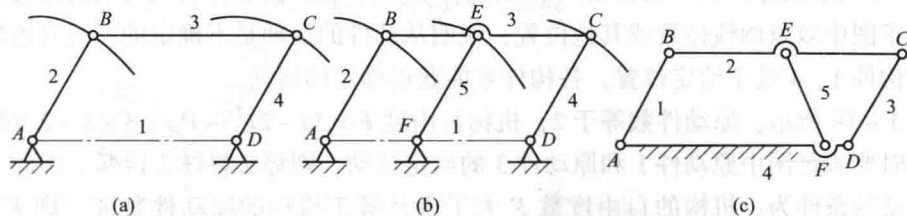

图 1-13 运动轨迹重合引入虚约束
①如果两个相连接的构件在连接点上的运动轨迹重合, 则该运动副引入的约束为虚约束。如图 1-13 (b) 所示, 平行四边形机构中, 连杆 3 做平动, 如果 EF 平行并等于 AB 及 CD , 则杆 5 上 E 点轨迹与杆 3 上 E 点的轨迹重合。因此, EF 杆引入了虚约束, 计算时先将其简化成图 1-13 (a) 所示的图。如果不满足上述几何条件, 则 EF 杆引入的约束为有效约束, 如图 1-13 (c) 所示, 此时该机构的自由度数值为 0。